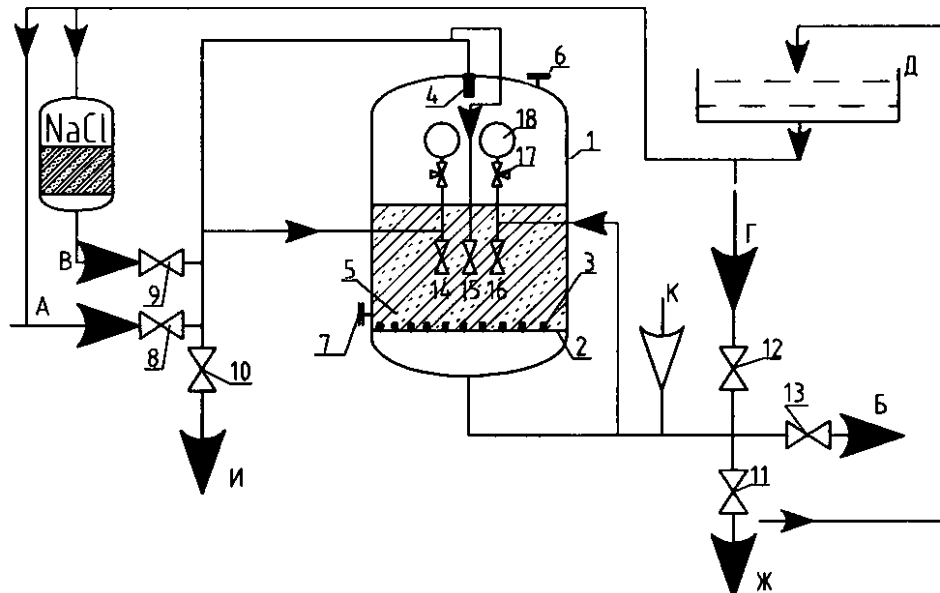

рис. 1 Принципиальная схема фильтра ФИПа II
2.1. Фильтр натрий-катионитный представляет собой вертикальный цилиндрический аппарат, состоящий из следующих основных элементов: корпуса 1 (см. рис.1), нижнего дренажно-распределительного устройства 2 с дренажными щелевыми колпачками 3 и верхнего распределительного устройства 4, штуцера для загрузки 6, штуцера для гидровыгрузки 7, фильтрующего материала 5, фронта трубопроводов с запорной арматурой в виде вентилях – 14, 15, 16, задвижек – 8, 9, 10, 11, 12, 13, кранов 3-х ходовых 17, манометров 18, люка для осмотра и технического обслуживания, пробоотборного устройства.